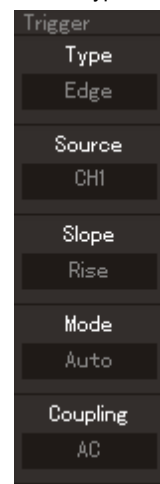

Рисунок 1-12. Меню настройки запуска
2) Нажмите кнопку **[TRIGGER MENU]** в зоне управления запуском, чтобы вызвать меню настройки запуска для изменения настроек (Рисунок 1-12).